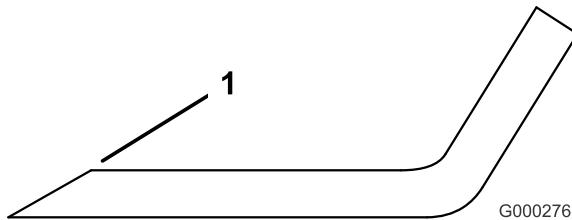

Figura 93
- Affilate i taglienti da entrambe le estremità della lama con una lima (Figura 93). Rispettate l'angolazione originale. La lama conserva il proprio equilibrio soltanto se viene rimossa una quantità uguale di materiale da entrambi i taglienti.